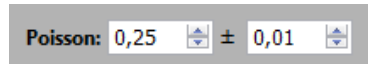
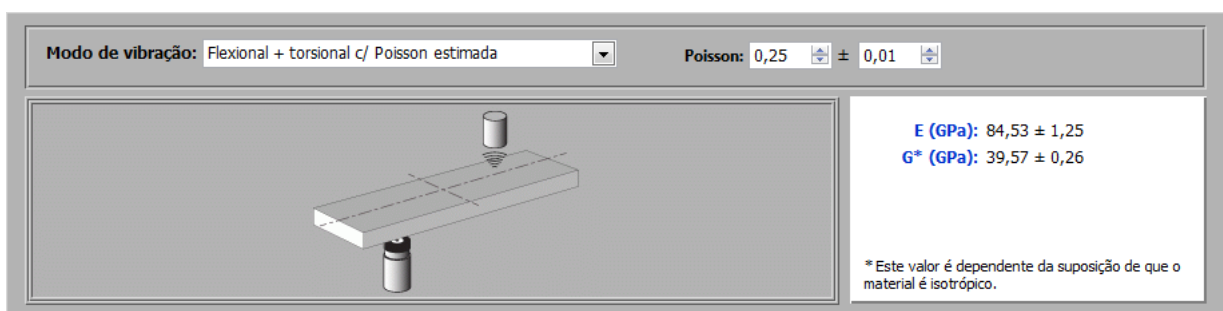

Figura 30. Campos para preenchimento do coeficiente de Poisson utilizado nos cálculos.
Figura 31. Módulo do Software Sonelastic® com a opção “Flexional + torcional c/ Poisson estimada” selecionada.
“Flexional + torcional c/ Poisson estimada” (Figura 31): permite o cálculo do módulo de Young (E) e do módulo de cisalhamento (G). O valor do coeficiente de Poisson deve ser estimado pelo usuário (Figura 30).